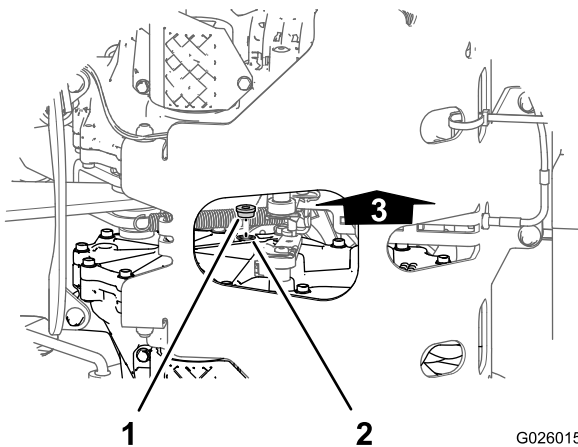
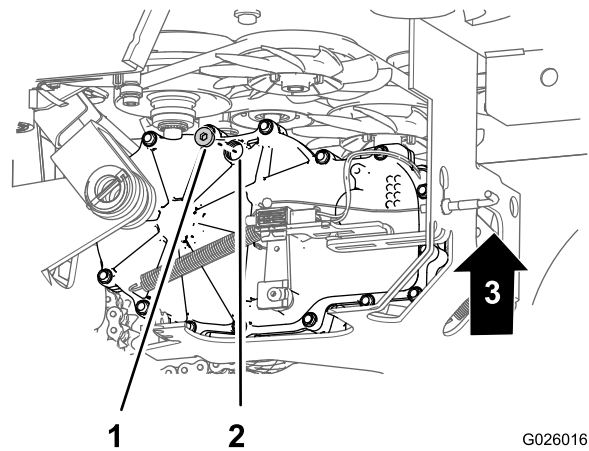

Figura 60
Figura 61
2. Alinee un recipiente debajo de los tapones de la mirilla de las transmisiones (Figura 60 y Figura 61).
3. En el lado interior de la transmisión, cerca de la parte superior, retire el tapón de la mirilla de una de las transmisiones (Figura 60 y Figura 61).